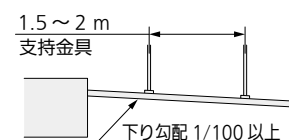

図 11
- 下り勾配は（排水側を下に）1/100 以上とってください。（図 11）